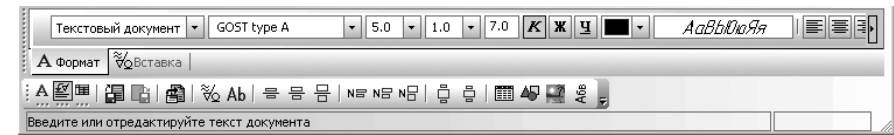

Рис. 5.85. Главное окно системы КОМПАС-3D V10 в режиме создания **Текстового документа**
- щелкните на вкладке **Новые документы** по пиктограмме с названием **Текстовый документ**, а затем по кнопке **ОК**. Появится главное окно системы КОМПАС-3D V10 в режиме создания текстового документа, показанное на рис. 5.85;